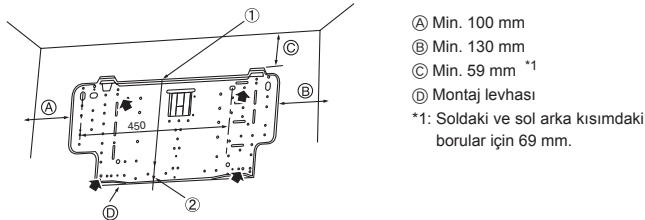

Fig. 3-3
- Montaj mesnedi her iki ucundan ve mümkünse ortasından tespit edilmelidir. Mesnedi asla tek bir noktadan veya simetrik olmayan bir şekilde tespit etmeyiniz. (Eğer mümkünse mesnedi kalın oklarla işaretlenmiş olan tüm noktalardan tespit ediniz.) (Fig. 3-3)